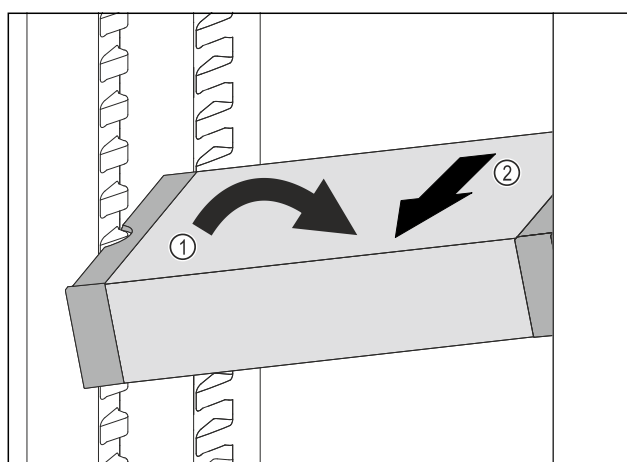

Fig. 94
- ▶ Ukosite ladicu VarioSafe u hladnjaku. Fig. 94 (1)
- ▶ Izvadite ladicu VarioSafe prema naprijed. Fig. 94 (2)